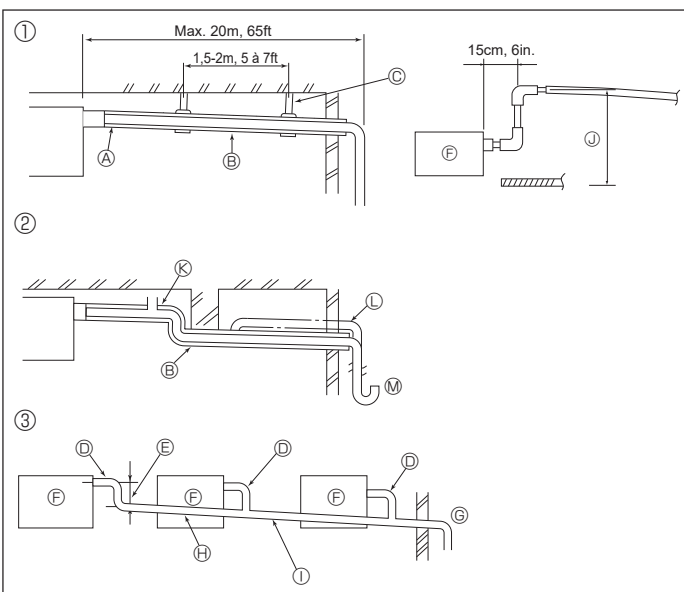

Fig. 5-1
5.1. Mise en place du tuyau d'écoulement (Fig. 5-1)
① Tuyauterie correcte
② Tuyauterie incorrecte